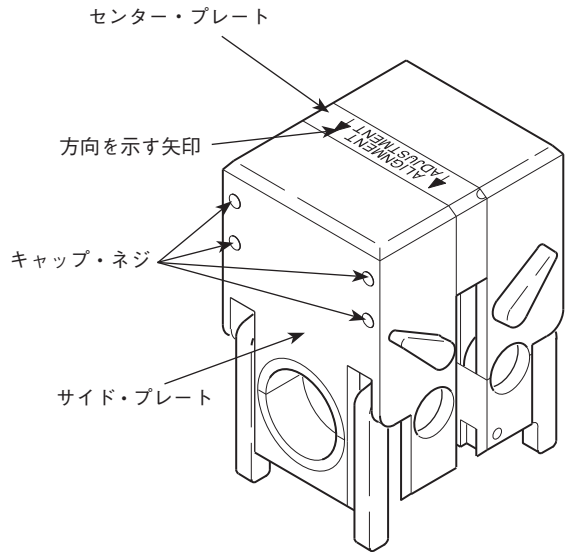

図 22：サイド・プレートを緩める
1. フィクチャー・ブロックをひっくり返し、センター・プレート上の方向を示す矢印を見つけます。この矢印は、適切なサイド・プレートを指し示しています。図 22 をご参照ください。
2. 付属品の 3/32 インチ・サイズの六角レンチを使用して、適切なサイド・プレートのキャップ・ネジ 4 本を緩めて、サイド・プレートをセンター・プレートから少し離します。図 22 を参照して、適切なサイド・プレートを確認します。